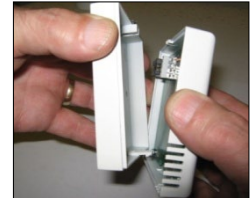

Abb. 12
Schritt 1 Lösen Sie mit einem Schraubenzieher die Schraube an der Oberseite der Fernbedienung und öffnen Sie das Gehäuse (siehe Abb.12).
Schritt 1 Lösen Sie mit einem Schraubenzieher die Schraube an der Oberseite der Fernbedienung und öffnen Sie das Gehäuse (siehe Abb. 12).